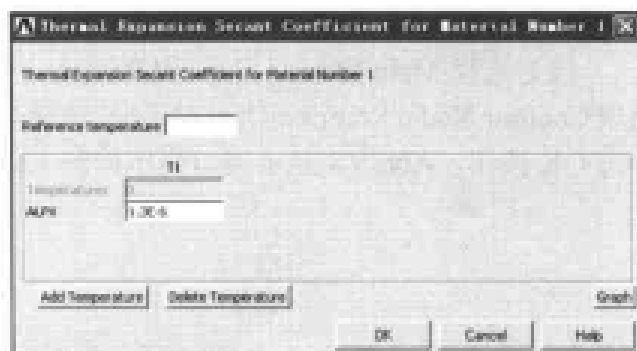
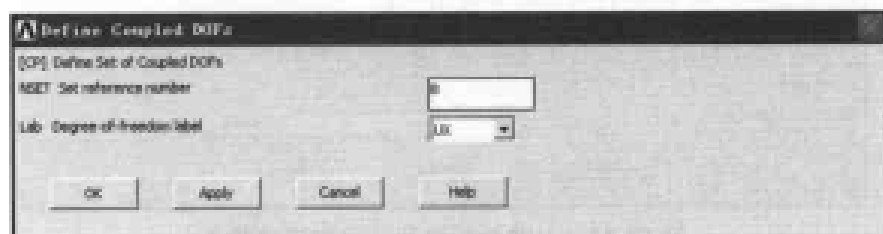

图 13-13 输入热膨胀系数对话框
图 13-14 设置耦合位移对话框
(5) 在 Material Models Availabley 列表框中依次双击 Structural、Thermal expansion、Secant Coefficient、Isotropic 选项, 出现 Thermal Expansion Secant Coefficient for Material Number 1 对话框, 在 ALPX 文本框中输入线膨胀系数 $1.3\text{E}-6$, 如图 13-13 所示, 单击 OK 按钮关闭该对话框。
(6) 在 Define Material Model Behavior 对话框中选择 Material | Exit 命令, 关闭该对话框。
(7) 选择 Utility Menu | Select | Entities 命令, 出现 Select Entities 对话框, 在第 1 个下拉列表框中选择 Lines 选项, 在第 2 个下拉列表框中选择 By Num/Pick 选项, 在第 3 个选项组中选 From Full 单选按钮, 单击 Apply 按钮, 出现 Select lines 菜单, 在文本框中输入 4, 单击 OK 按钮关闭该菜单。
(8) 选择 Utility Menu | Select | Entities 命令, 出现 Select Entities 对话框, 在第 1 个下拉列表框中选择 Nodes 选项, 在第 2 个下拉列表框中选择 Attached to 选项, 在第 3 个选项组中选 Lines, all 单选按钮, 单击 OK 按钮关闭该对话框。
(9) 选择 Main menu | Preprocessor | Coupling / Ceqn | Couple DOFs 命令, 出现 Define Coupled DOFs 菜单, 单击 Pick All 按钮, 出现 Define Coupled DOFs 对话框, 在 NSET Set reference number 文本框中输入 8, 在 Lab Degree-of-freedom label 下拉列表框中选择 UX 选项, 如图 13-14 所示, 单击 OK 按钮关闭该对话框。